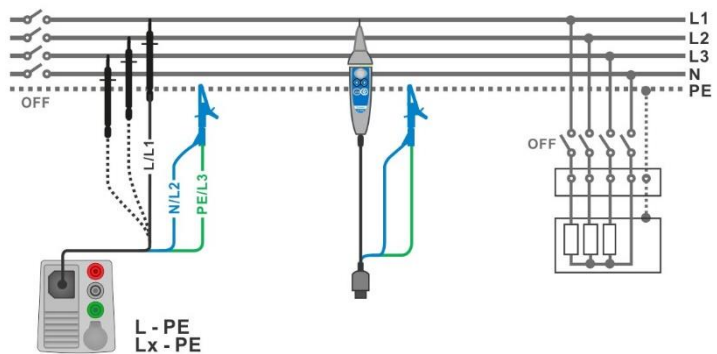
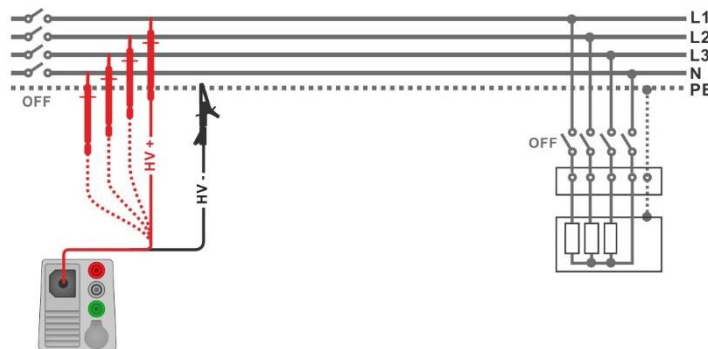

Abbildung 7.15: Anschluss des 3-Leiter Prüfadapters und der Commander-Prüfspitze ($U_N \leq 1 \text{ kV}$)
Abbildung 7.16: Anschluss der 2,5 kV Prüfleitung ($U_N = 2,5 \text{ kV}$)
- › Schließen Sie die Prüfleitungen am Prüfling an (siehe **Abbildung 7.15** und **Abbildung 7.16**).